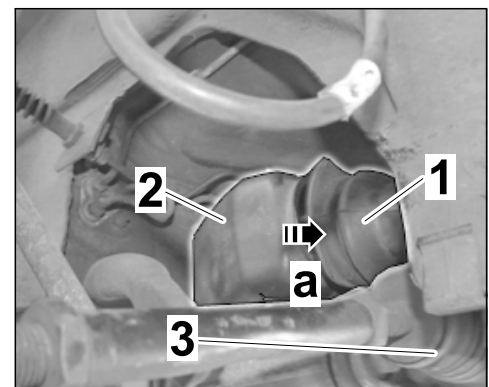

Figure 3
- 1.3.1 Pull bellows ⇒ *Figure 3-1*- off the cover ⇒ *Figure 3-2*- (⇒ *Figure 3-a*-).